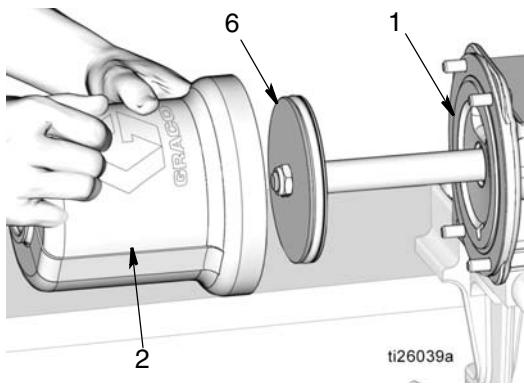

图 51
- 使用干净的布擦拭气缸 (2) 的内部，除去任何脏污或污染物。
- 在气缸 (2) 的内表面涂抹薄薄一层滑脂。滑动气缸 (2) 在活塞 (6) 上，完全向下推，直至其牢牢就位于泵底座 (1) 上。参见图 51。